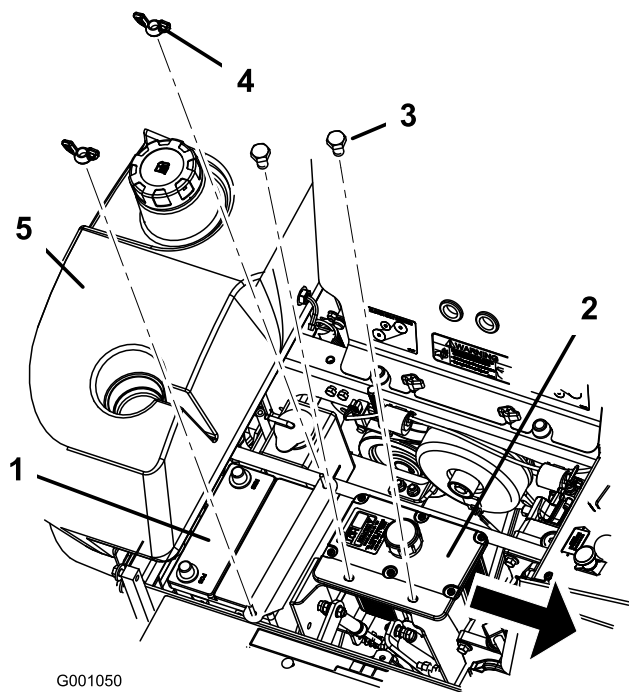

Figure 46
6. Retirez les deux écrous papillons (1/4") qui fixent la barrette de maintien de la batterie (Figure 46).
7. Retirez les deux boulons de fixation du réservoir hydraulique (Figure 46).
- Placez la batterie dans son support en tournant les bornes à l'opposé du réservoir hydraulique (Figure 46).
- Fixez la batterie en position avec des boulons en J, une barrette de maintien et 2 rondelles (1/4"), ainsi que 2 écrous papillons (1/4") (Figure 46).